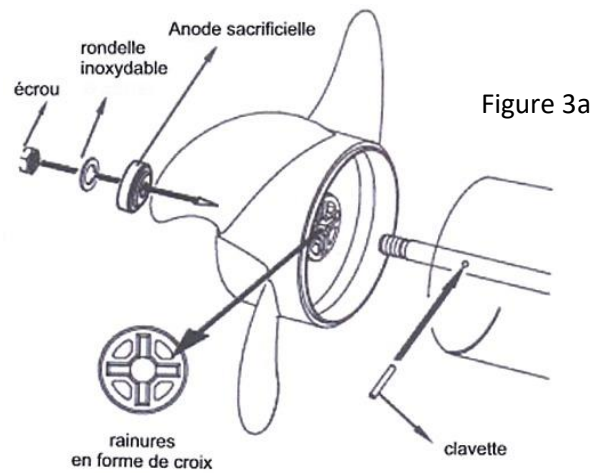

Figure 3a
- **Figure 3a** : Insérez la clavette dans le trou de l'arbre et alignez-la avec votre hélice (la clavette et la rainure de l'hélice doivent être alignées horizontalement). Lorsque l'hélice est en place, installez l'anode sacrificielle, la rondelle inoxydable et l'écrou sur l'arbre.